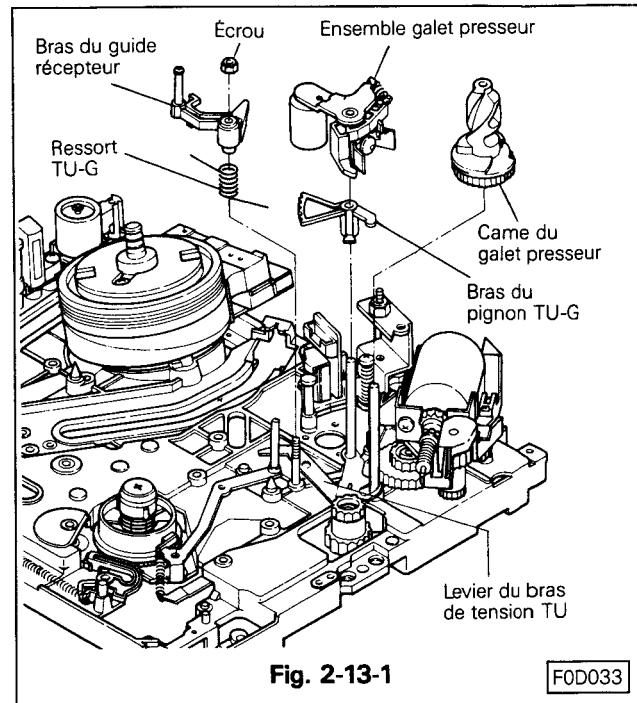

Fig. 2-13-1
### 2-13-1 DEMONTAGE (Voir Fig. 2-13-1)
### 2-13-2 REMONTAGE (Voir Fig. 2-13-1 à 2-13-3)
- Tourner le bras de tension de bande TU à fond dans le sens des aiguilles d'une montre comme montré Fig. 2-13-1.